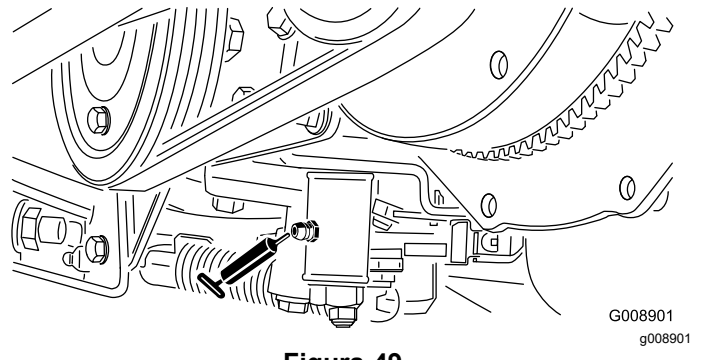

**Figura 45**
- Perno dello sterzo (Figura 45)